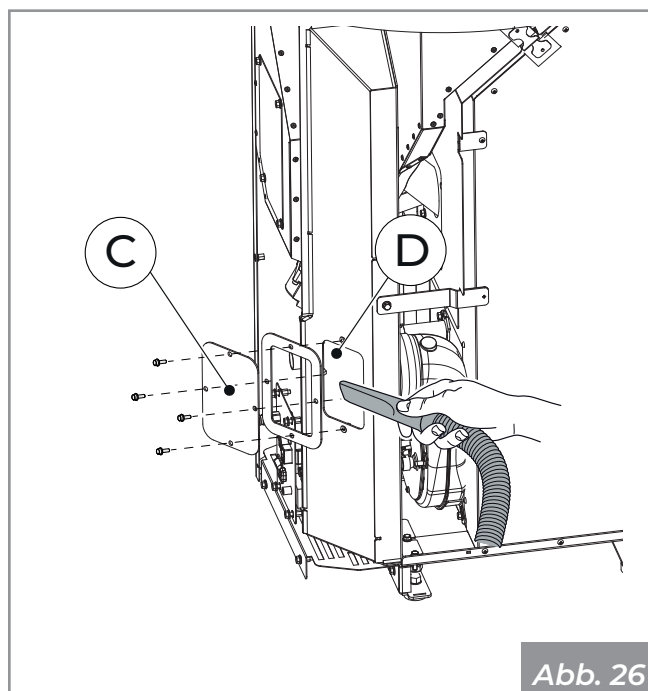

Abb. 26
- Entfernen Sie die Inspektionsskappe (**C**) und ihre Dichtung, um Zugang zum Rauchabscheider zu erhalten (**Abb. 26 - D**).